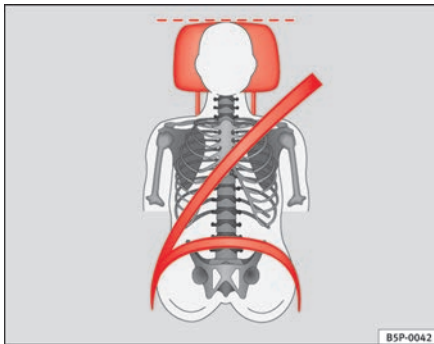
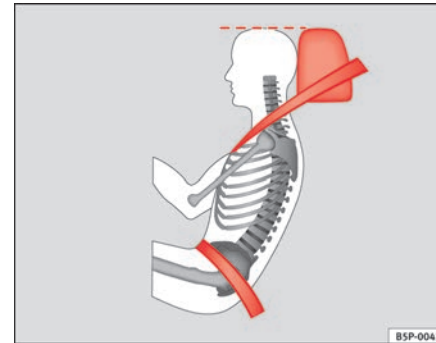

Abb. 90 Von vorne betrachtet: richtig eingestellte Kopfstütze und korrekter Gurtbandverlauf
Abb. 91 Von der Seite betrachtet: richtig eingestellte Kopfstütze und korrekter Gurtbandverlauf
- Stellen Sie die Kopfstützen so ein, dass sich die Oberkante der Kopfstütze möglichst auf einer Linie mit dem oberen Teil Ihres Kopfes bzw. mindestens auf Augenhöhe befindet ⇒ Abb. 90 und ⇒ Abb. 91.